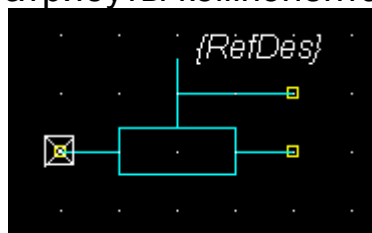

Рис. 12 УГО переменного резистора
- 3.4 Дорисуйте остальные необходимые элементы чертежа и расположите атрибуты компонента (рис. 12).